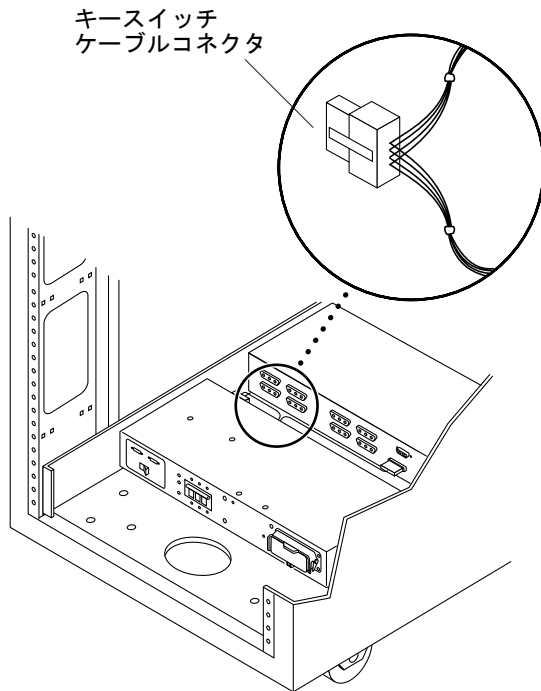

図 4-9 キースイッチのケーブルコネクタの位置
1. 電源シーケンサ背面近くのアダプタ / ケーブルコネクタから、キースイッチのケーブルコネクタを抜き取ります (図 4-9)。
3. 電源センサー背面近くのアダプタ / ケーブルコネクタに、キースイッチのケーブルコネクタを接続します (図 4-9)。